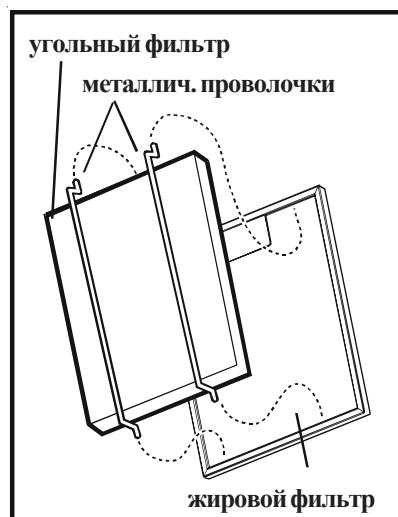

Рис. 6
(рис. 6).
- Выньте лампу, пользуясь отверткой как рычагом. **Рис. 6.**